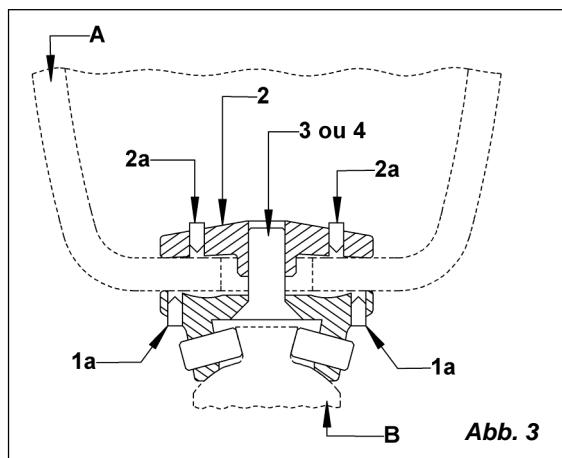

Abb. 3
D) VERSCHIEBEINSTELLUNG DES SCHAFTS (Abb. 3 / 4)